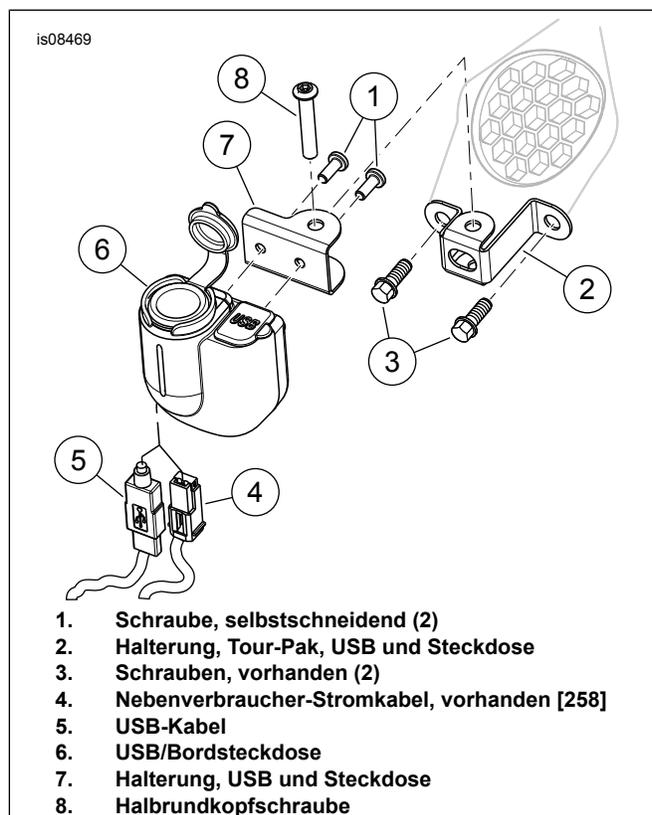

Abbildung 5. USB/12-Volt-Steckdose, Tour-Pak
3. Siehe Abbildung 5. Schrauben (3) und Bordsteckdose entfernen, falls vorhanden.
4. Halterung (7) an USB/Bordsteckdose (6) [299] anschließen und wie dargestellt mit Schrauben (1) befestigen.
5. Halterung (2) einbauen und mit Schrauben (3) befestigen. Die Schrauben auf ein Drehmoment von 2,8–4 N·m (25–35 **in-lbs**) anziehen.
6. Die zusammengehörigen Nebenverbraucherkabel (4) und USB-Kabel (5) mit dem USB/der Bordsteckdose verbinden.
11. USB/Bordsteckdose an Halterung (2) anbringen und mit Schraube (8) befestigen. Die Schrauben auf ein Drehmoment von 2,2–2,8 N·m (20–25 **in-lbs**) anziehen.